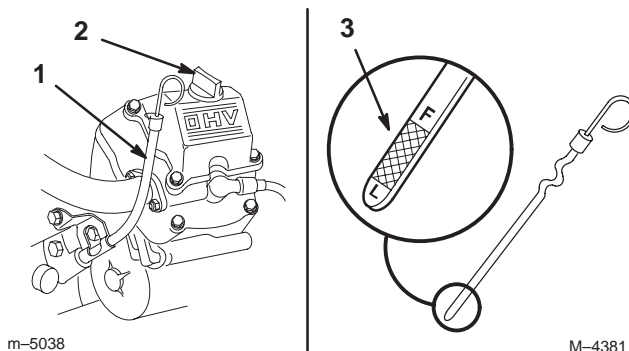

Figure 41
3. Nettoyez la surface autour de la jauge d'huile pour éviter que des impuretés ne s'introduisent dans le goulot de remplissage, ce qui risquerait d'endommager le moteur (Fig. 41).
4. Sortez la jauge d'huile et essuyez soigneusement l'extrémité métallique (Fig. 41).
5. Enfoncez la jauge complètement dans le goulot de remplissage. Sortez de nouveau la jauge et examinez l'extrémité métallique (Fig. 41). Si le niveau est bas, versez lentement une quantité d'huile suffisante dans le goulot de remplissage pour amener le niveau au repère du plein (F).
5. Versez lentement environ 80 % de la quantité d'huile spécifiée dans le goulot de remplissage (Fig. 41) (voir Changement de l'huile moteur et du filtre, page 36).